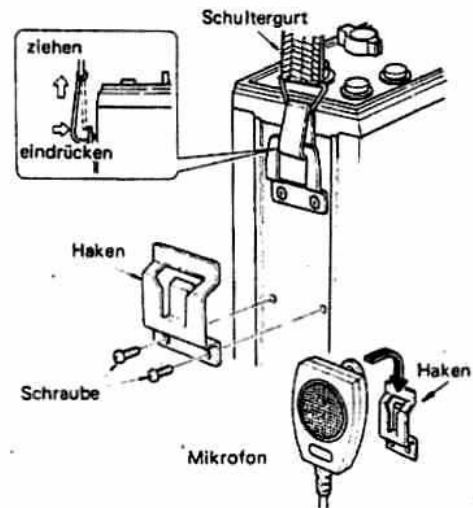

Fig. 7
- (1) Batterien, wie auf Seite beschrieben, in das Batteriefach einsetzen.
- (2) Den mitgelieferten Schultergurt gemäß Fig. 7 an den seitlichen Ösen des Gehäuses anbringen.
- (3) Den Mikrofon-Aufhängehaken mit zwei Schrauben, wie auf Fig. 7 gezeigt, am Gehäuse montieren.
- (4) Mikrofonstecker in die Buchse MIC einsetzen und die Überwurfmutter festziehen. Das Mikrofon kann nun am Gehäuse aufgehängt werden.
- (3) Die Montage des Mikrofon-Aufhängehakens ist auf Fig. 7 (Seite 10) dargestellt.